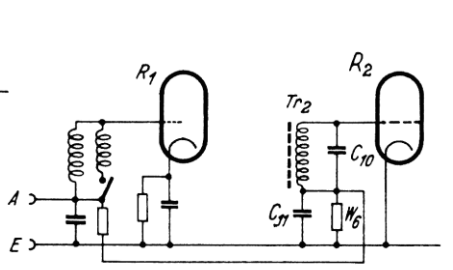

Bild 7. Die Schwundregelung der Mischröhre
3) Schwundausgleich. Im Sechspotteil der Mischröhre besteht die Möglichkeit, eine gewisse, wenn auch nicht sehr weitgehende Schwundregelung anzuwenden. Die für die Einführung der Regelspannung in den Gitterkreis erforderlichen Teile Kondensator C_1 und Widerstand W_{13} sind bereits vorhanden. Es ist auch Jedem, der die Vorgänge im Audion kennt, bekannt, daß an dem Gitterableitwiderstand des Audions W_6 eine von der Hf-Amplitude abhängige negative Vorspannung entsteht. Es ist aber trotzdem nicht gebräuchlich geworden, diese zur Schwundregelung heranzuziehen. Ohne ein einziges zusätzliches Einzelteil ist dies nach Bild 7 möglich. Gitterkondensator und Ableitwiderstand müssen nur zwischen Zf-Kreis und Masse gelegt werden, wie dies bei Zweipolgleich-